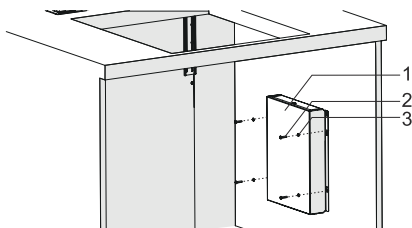

Fig. 14
7. ➡ Montér nu elektronikboksen med 4 x 3,9x22 skruer og brug skiverne dertil (Fig. 14).